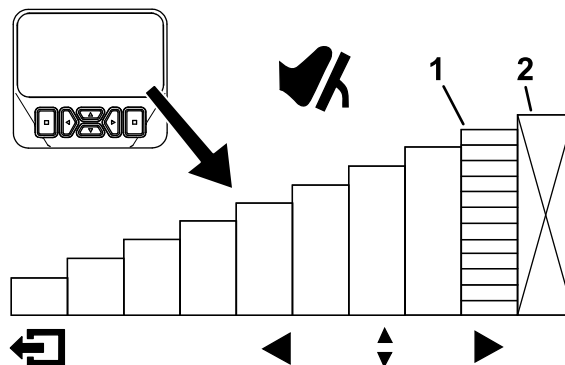
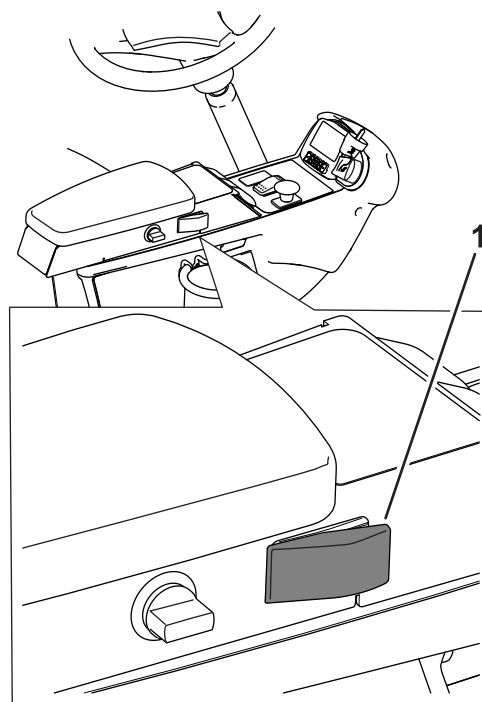
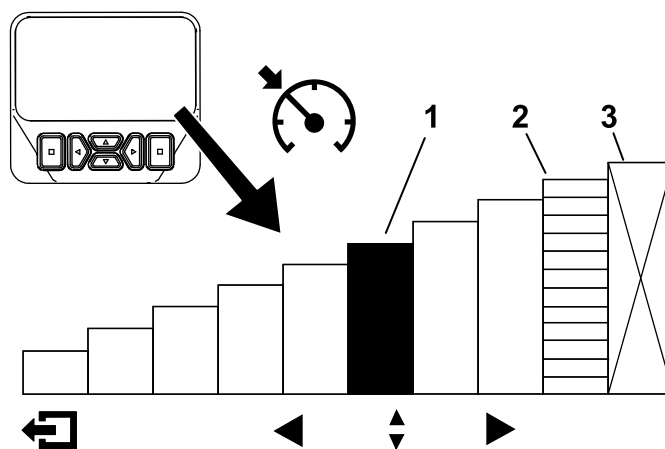

Figure 31
Figure 33
Figure 34
Pour accéder à cette fonction, sélectionnez le bouton de navigation vers le haut ou le bas dans le menu principal (Figure 31).
Après avoir activé la commande du régulateur de vitesse et programmé la vitesse (Figure 33), utilisez l'InfoCenter pour régler la vitesse du régulateur de vitesse (Figure 31 et Figure 34).
1. Placez la commande du régulateur de vitesse en position activée sur la console (Figure 33).
2. Utilisez l'affichage de l'InfoCenter pour régler la vitesse du régulateur de vitesse (Figure 34).